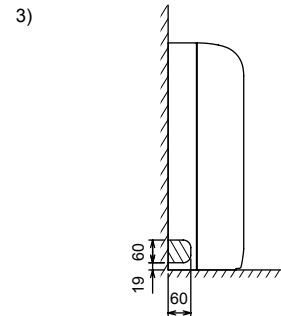

Fig. 3-9
- 3) Para tubagem esquerda (Fig. 3-9)